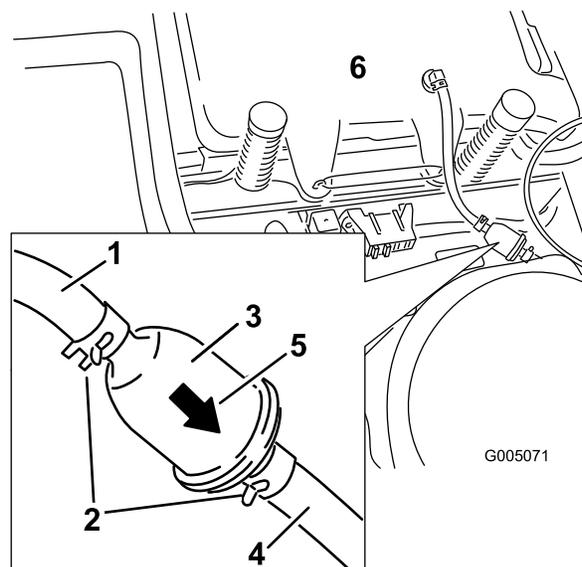

Figura 32
4. Apriete los extremos de las abrazaderas y deslícelas por el tubo alejándolas del filtro (Figura 32).
6. Instale un filtro nuevo – la flecha que indica el sentido de flujo debe apuntar hacia el motor. Acerque las abrazaderas al filtro (Figura 32) para sujetar éste.